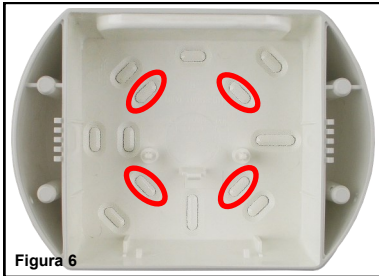

Figura 6
- 2) Fissare la base della sirena alla parete; le opzioni di fissaggio predisposte sono evidenziate nella figura 6